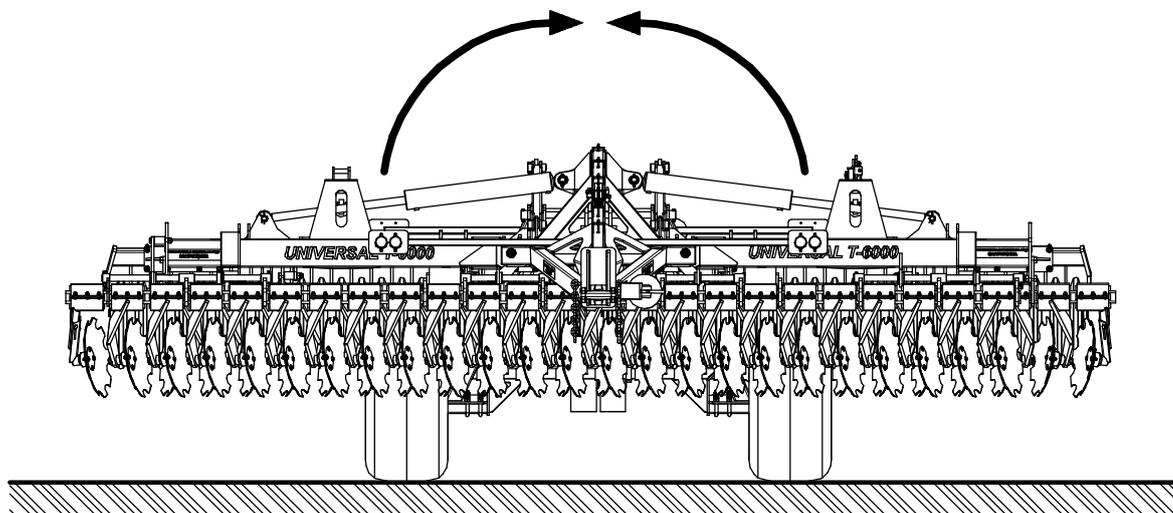
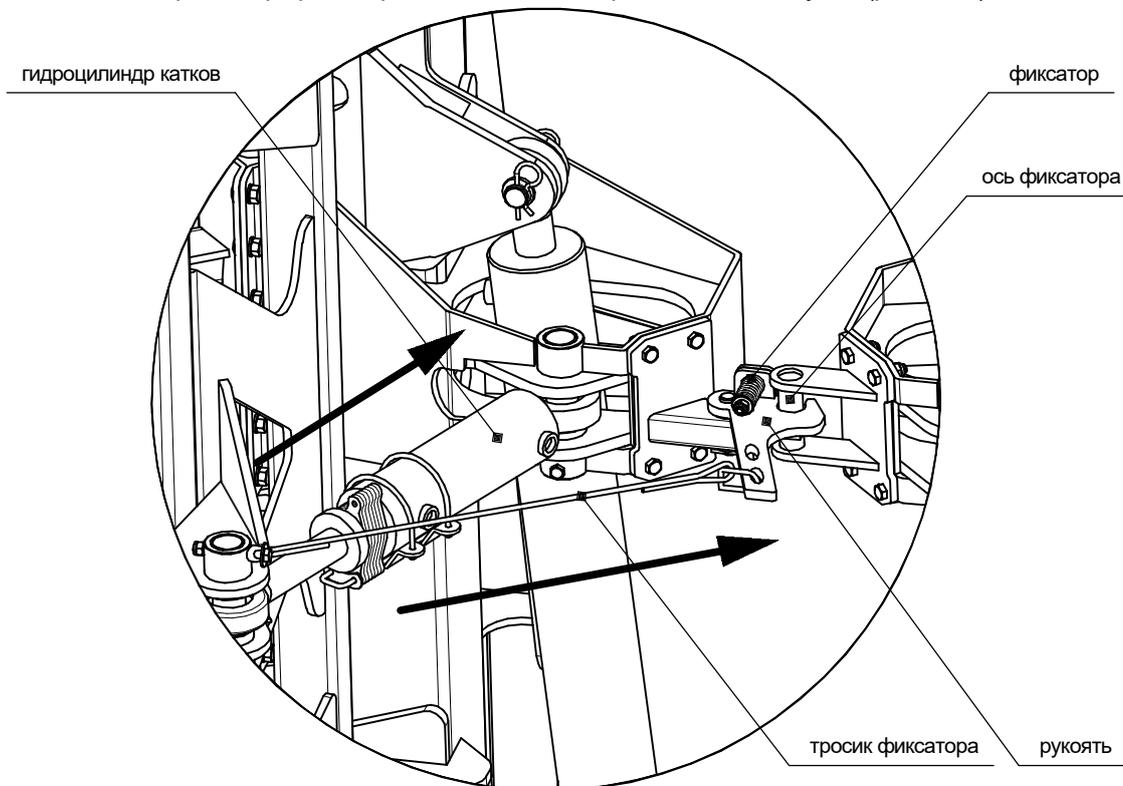

Рис.1.9.1-Перевод агрегата в транспортное положение. ДПМ"Универсал" / "Универсал Т" (впереди)
Рис. 1.9.2-Фиксатор транспортного положения крыльев. Дисковая почвообрабатывающая машина ДГМ "Универсал" / "Универсал Т"
2. С помощью рычагов управления гидравлики крыльев поднимите их (рис. 1.9.1), таким образом, чтобы фиксатор транспортного положения закрылся (рис. 1.9.2).
- 3.** Убедитесь, что фиксатор транспортного положения крыльев защелкнулся (рис. 1.9.2)